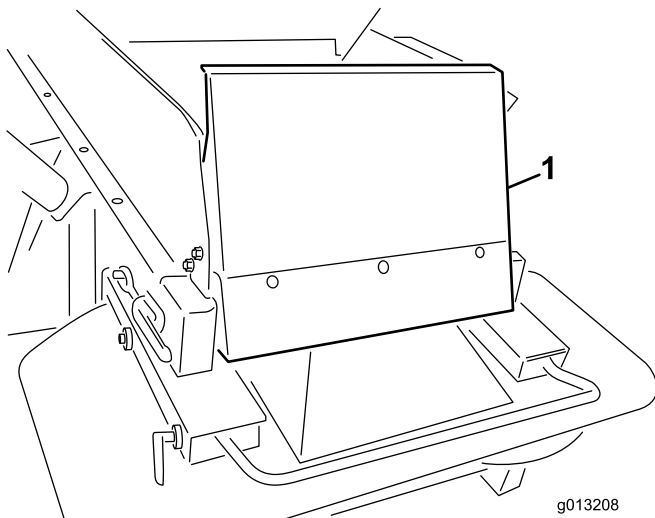

Bild 7
6. Befestigen Sie die Füllkasten-Schutzvorrichtung mit den mitgelieferten Halbrundschrauben (1/4 x 5/8") und Nylonsicherungsmuttern (Bild 7).